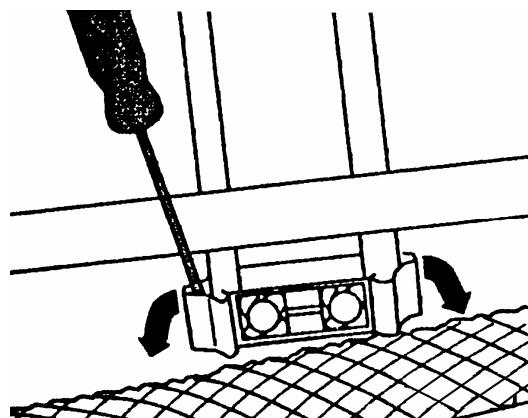

图 13-51 松开定位夹
(6) 如图 13-51 所示, 松开定位夹并拆下手制动拉索。